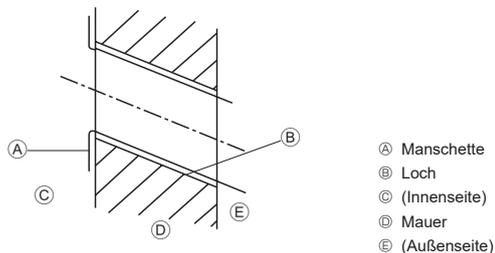

Abb. 3-4
3.2.2. Die Löcher für die Rohrleitung bohren (Abb. 3-4)